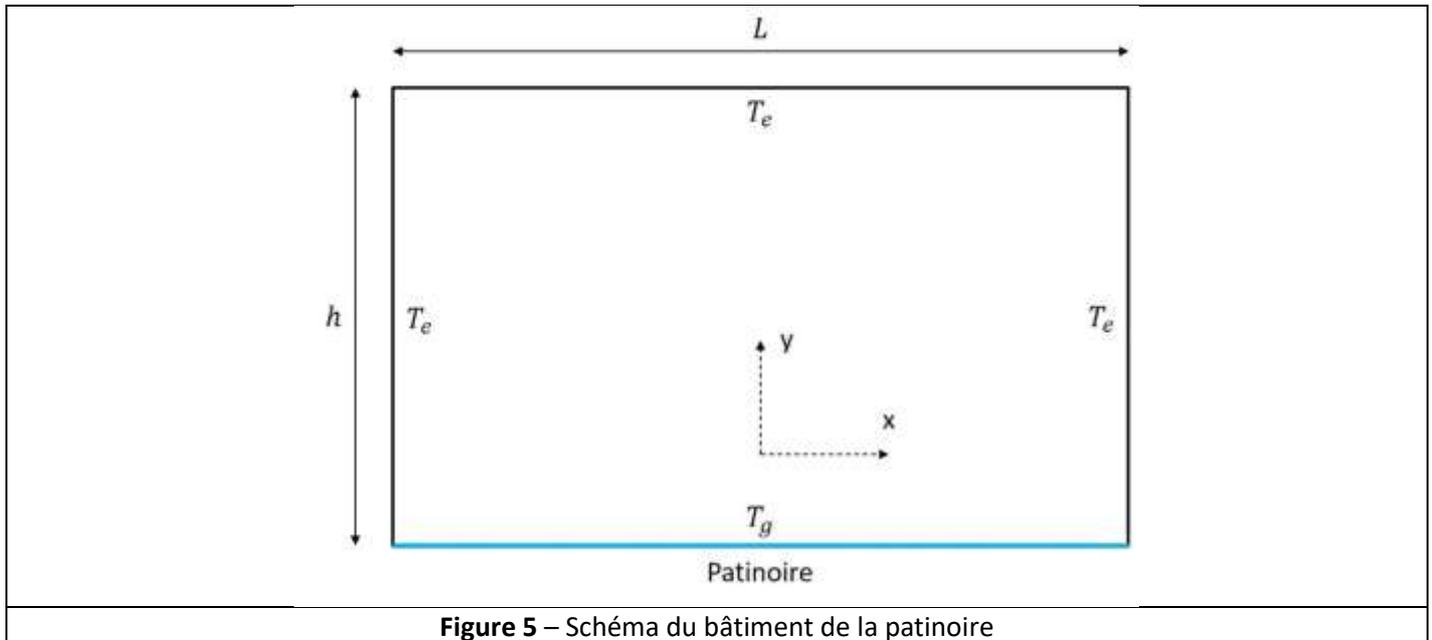

Figure 5 – Schéma du bâtiment de la patinoire
Pour simplifier le problème, on prend un problème bidimensionnel et on se place dans le plan longitudinal de la patinoire (Figure 5).
On se place maintenant dans le plan  $Oxy$  représenté sur la Figure 5.
**34)** Représenter sur votre copie le bâtiment de la patinoire comme en Figure 5 et y rajouter le maillage pour  $nl = 5$  et  $nc = 1$ . Pour chaque point, donner sa position sur la longueur de la patinoire ( $x = 0$  sur le mur gauche) et sa hauteur par rapport au sol ( $y = 0$  au niveau du sol).